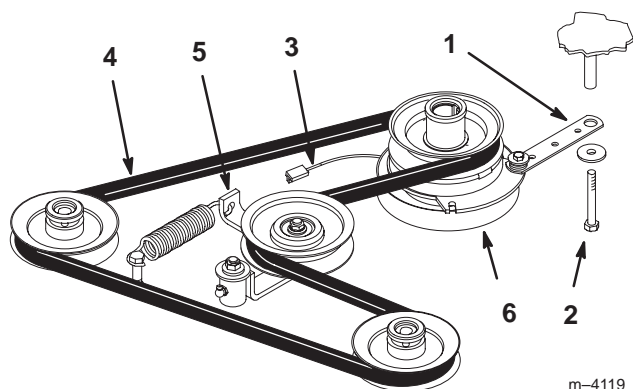

Bild 72
2. Entfernen Sie die Schraube von der Kupplungsbefestigung und ziehen Sie das Elektrokabel der Kupplung ab (Bild 72).
3. Ziehen Sie den federgespannten Spannarm zur Seite. Entfernen Sie den Fahrtriebsriemen von den Motor- und Hydraulikpumpenscheiben (Bild 72).
4. Legen Sie einen neuen Riemen um die Motor- und Hydraulikpumpenscheiben (Bild 72).
5. Ziehen Sie den federgespannten Spannarm zur Seite und richten Sie den Riemen korrekt aus. Geben Sie den Druck auf den federgespannten Spannarm nach (Bild 72).